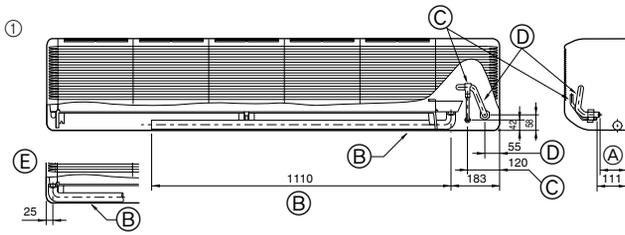

Fig. 4-3
- ① Plaats van de koelstof- en afvoerpipen (Fig. 4-3)